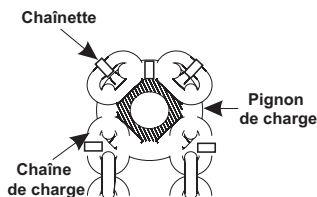

fig.3
5. Installez la chaîne en utilisant un fil ou un string entre le galet de guidage de la chaîne et le pignon de charge, puis tout au long du rouet de charge. Attachez la chaîne au fil ou à la chaîne et tirez-la dans l'élévateur de sorte que la première liaison soit debout sur le bord dans l'une des fentes du pignon de charge, avec la soudure à distance du pignon (voir la fig.3). Faites fonctionner l'élévateur dans le sens ascendant, en tirant un pied environ de chaîne autour du pignon et sur l'élévateur. Retirez la goupille de la goupille d'extrémité et faites glisser la goupille à un côté. Tirez l'extrémité de la chaîne sous le rouleau de guidage de la chaîne et accrochez le dernier lien sur la broche d'extrémité, et assurez-vous que la chaîne n'est pas tordue. Faites retourner la goupille d'extrémité à sa position et installez la goupille par elle.